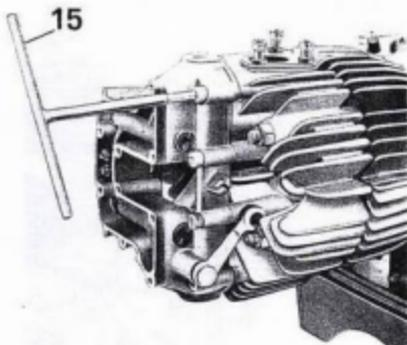

Abb. 17
- der Bock mitsamt Kipphebeln und Ventilheber, durch Lösen der Befestigungsschrauben am Kopf mittels Spezialschlüssel Nr. 10914700 (15 aus Abb. 17).
- der Kipphebelbock, nach Lösen der Inbusschrauben mit dem Spezialschlüssel Nr. 10914700 (15 aus Abb. 17);